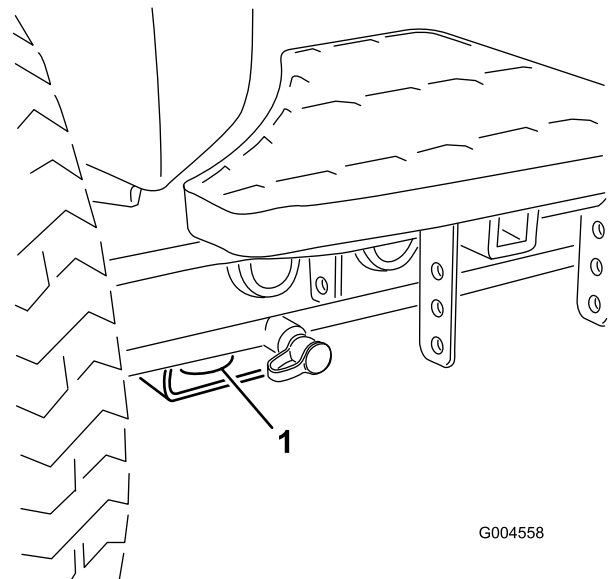

Figure 58
- Avant – trou du patin rectangulaire, sous le tube d'essieu, à l'intérieur de chaque roue avant (Figure 58).